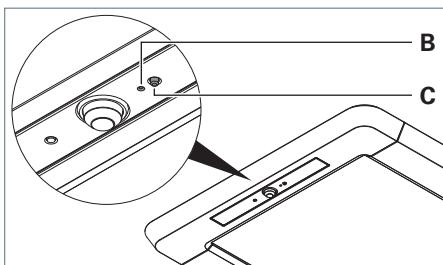
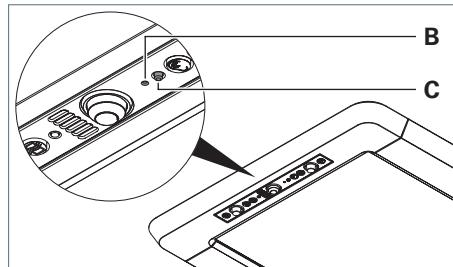

Fig. 28: Apprentissage de l'élément de commande, modèle R.
Fig. 29: Apprentissage de l'élément de commande, modèle RX.
- ▶ Appuyez sur la touche dans l'ouverture **B** avec l'extrémité d'un trombone courbé, voir Fig. 28 et voir Fig. 29.
- ▶ Appuyez sur la touche **C**, voir Fig. 28 et voir Fig. 29.
- ▶ Appuyez sur la touche **C** et maintenez-la enfoncée, , voir Fig. 28 et voir Fig. 29.